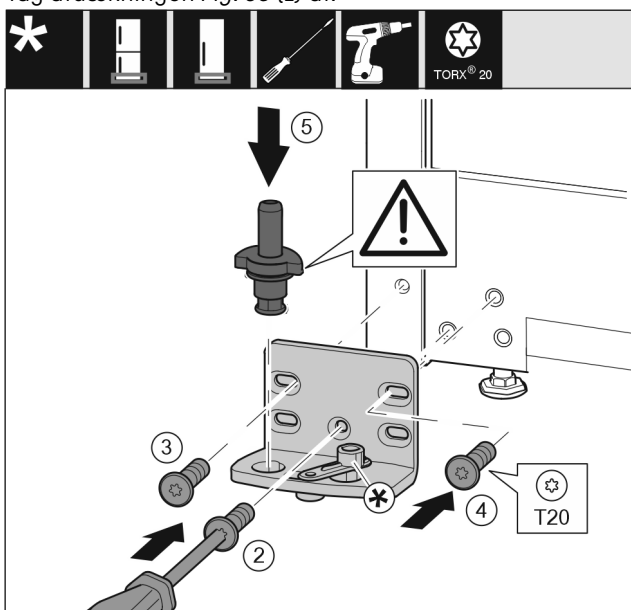

Fig. 37
- ▶ Påsæt hængslet på den anden side, og skru den fast med en skruetrækker. Begynd med skruen *Fig. 37 (2)* forneden i midten.
- ▶ Skru skruen *Fig. 37 (3)* og skruen *Fig. 37 (4)* fast.
- ▶ Sæt lejebolten *Fig. 37 (5)* helt ind. Sørg for, at låseknasten vender bagud.